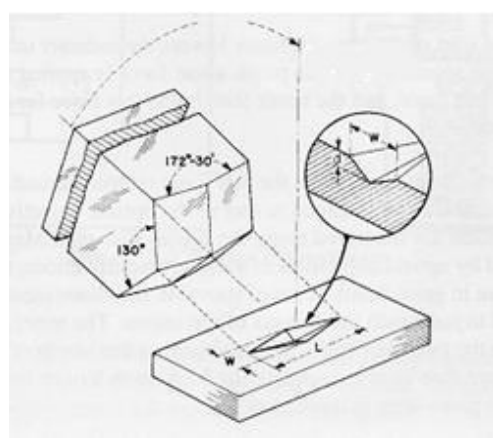

Рис. 1.5. – Индентор Кнупа
2. Твердость по методу Кнупа определяется при помощи индентора в форме вытянутой пирамиды, угол наклона которой между двумя более длинными краями составляет $172^{\circ} 30'$, а угол наклона между двумя более короткими краями составляет 130° (рис. 1.5).